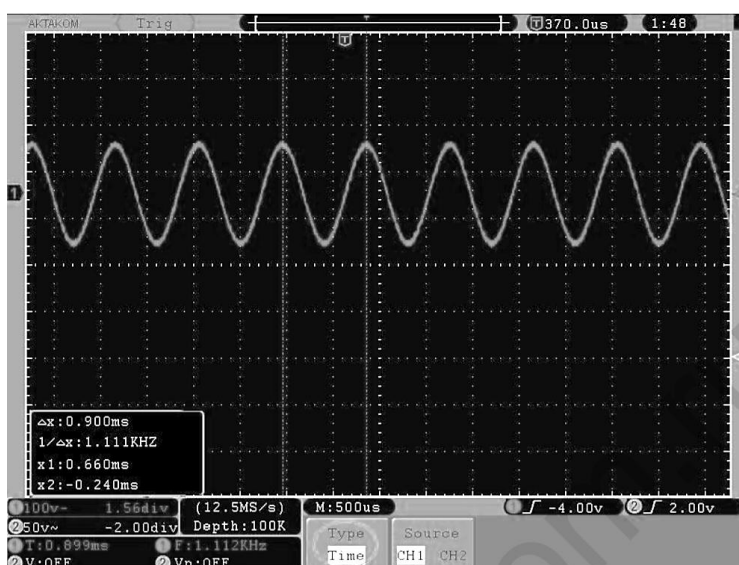

Рис. 5.5. Курсорные измерения во временной области.
6. Результат курсорных измерений отображается в отдельном окне в нижнем левом углу экрана (рис. 5.5).